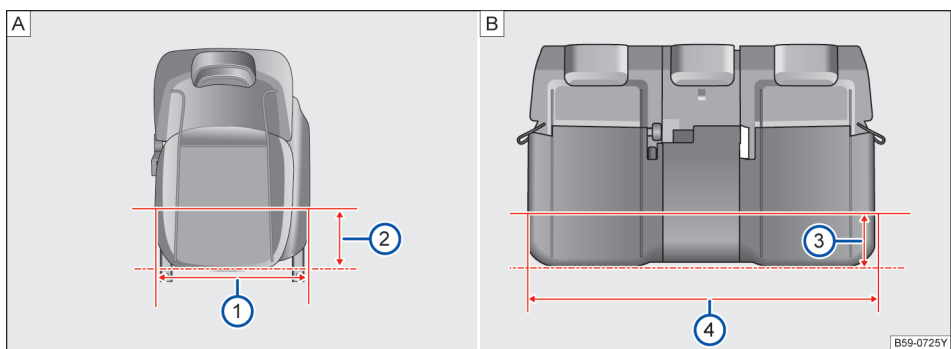

图 94 座椅座宽
如图→图 94 A 在距离前排座椅边缘 200mm 时→图 94 A ②，前排座椅座垫宽度为 498mm→图 94 A ①。
如图→图 94 B 在距离第二排座椅边缘 200mm 时→图 94 B ③，第二排座椅座垫宽度为 1200.3mm→图 94 B ④。